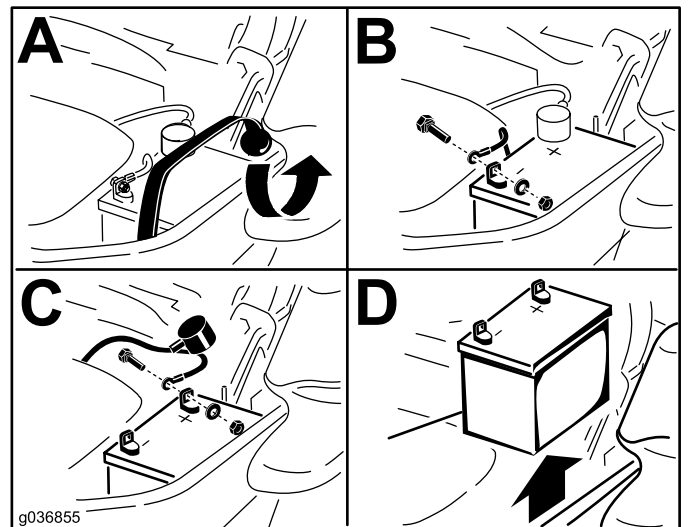

Figura 50
3. Retire la batería según se muestra en la Figura 50.
1. Coloque la batería en la bandeja, con los bornes frente al depósito de aceite hidráulico (Figura 50).
4. Fije los cables con 2 pernos, 2 arandelas, y 2 contratueras (Figura 50).
6. Fije la batería con la correa de goma (Figura 50).